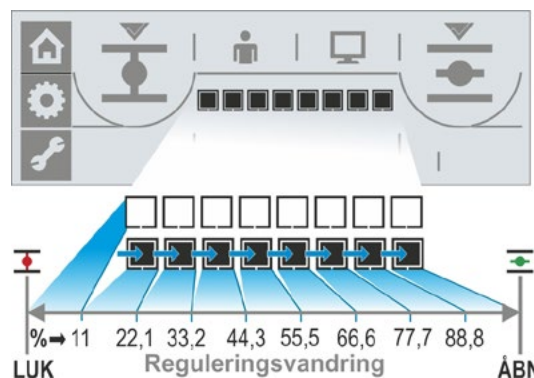

Fig. 2: Positionsvisning
- 10 Positionsvisning: De sorte firkanter (segmenter) viser, hvor langt aktuatoren er i positionen ÅBN. Her svarer hvert segment til en vanding på ca. 11 %. Se fig. 2 til højre. Eksempel: